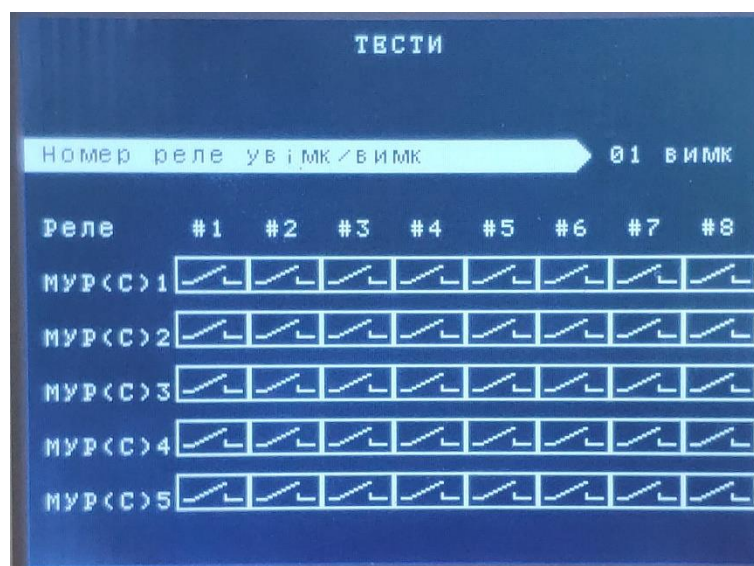
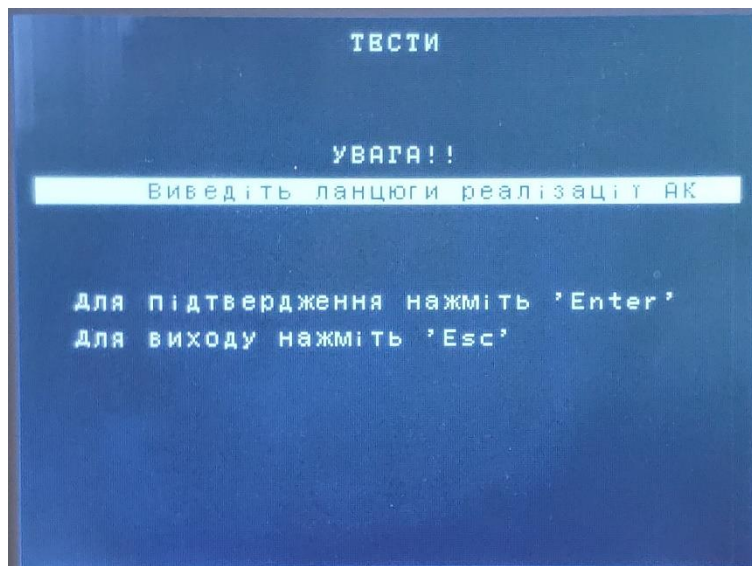

Рисунок 20 – Підрозділ «Реле ПА»
Рисунок 21 – Попередження при вході в підрозділ «Реле ПА»
3.2. «Реле ПА» - підрозділ призначений для тестового увімкнення/вимкнення реле команд протиаварійної автоматики (див. рисунок 20). При вході в підрозділ, виводиться попередження про необхідність виведення з роботи ланцюгів реалізації команд (див. рисунок 21). Порядок роботи в даному режимі аналогічний п. 3.1.